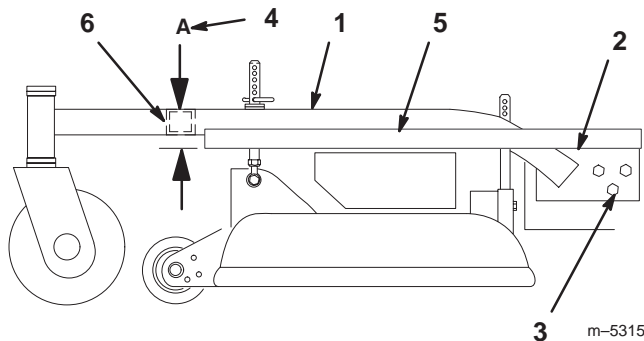

Bild 45
2. Legen Sie eine lange Abziehlplatte auf die Oberseite des Motors, siehe Bild 45.
3. Messen Sie am Querrohr des Chassisrahmens die Höhe "A" (Bild 45). Dieses Maß muss $71,4 \text{ mm} \pm 6 \text{ mm}$ betragen.
5. Lockern Sie die Chassisbefestigungsschrauben an beiden Seiten der Maschine (Bild 45).
6. Fluchten Sie den Chassisrahmen und das Motorchassis an Stelle "A" auf dieses Maß von $71,4 \text{ mm} \pm 6 \text{ mm}$ (Bild 45) aus.